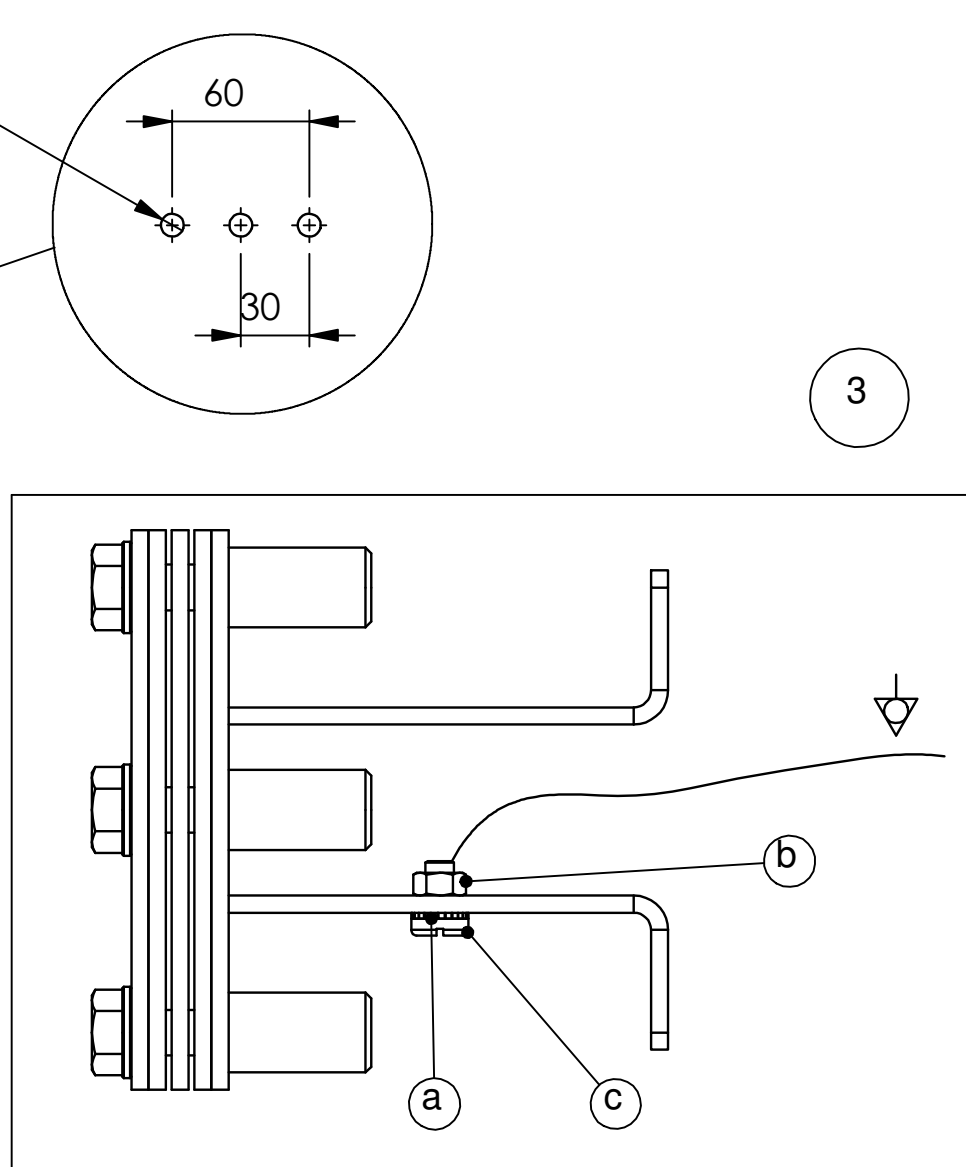

Рис.02
- 3.- Connect the appropriate length cable between the anchor and the pool's equipotential outlet point, using a screw (c), washer (a) and nut (b) (Fig.02).
- 3.- Conectar el cable, de longitud adecuada entre la toma equipotencial de la piscina y el anclaje, mediante tornillo (c), arandela (a) y tuerca (b) (Fig.02).
- 3.- Connecter le câble, de longueur approprié entre la prise équipotentielle de la piscine et l'ancrage, à l'aide de la vis (c), de la rondelle (a) et de l'écrou (b) (Fig. 02).
- 3.- Das Kabel geeigneter Länge zwischen der äquipotenzielle Entnahmestelle des Schwimmbads und der Verankerung mit Schraube (c), Unterlegscheibe (a) und Mutter (b) verbinden, wie in der Fig.02 angegeben.